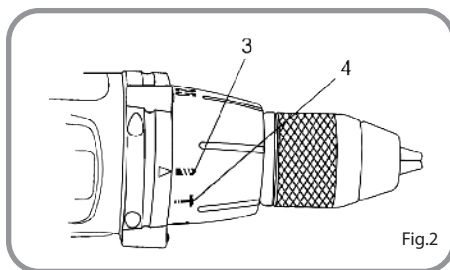

Fig.2
- Coloque el collarín de ajuste del esfuerzo de torsión en posición (fig. 2 (3)).
- Siga las instrucciones que el anterior pero perforación ajuste el collarín a la posición del martillo (fig. 2 (4))